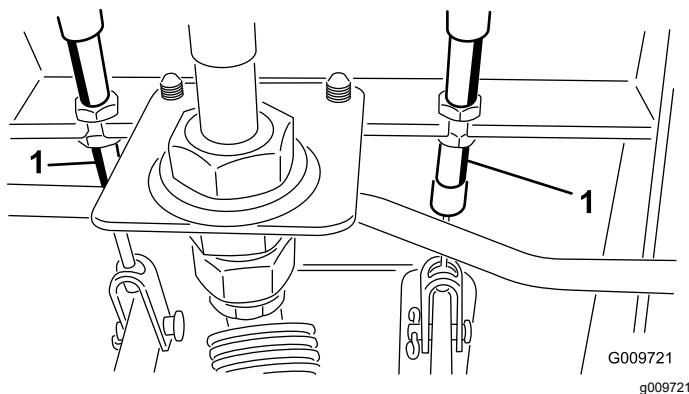

Figure 74
- A. Desserrez l'écrou avant sur l'extrémité fileté du câble de frein (Figure 74).